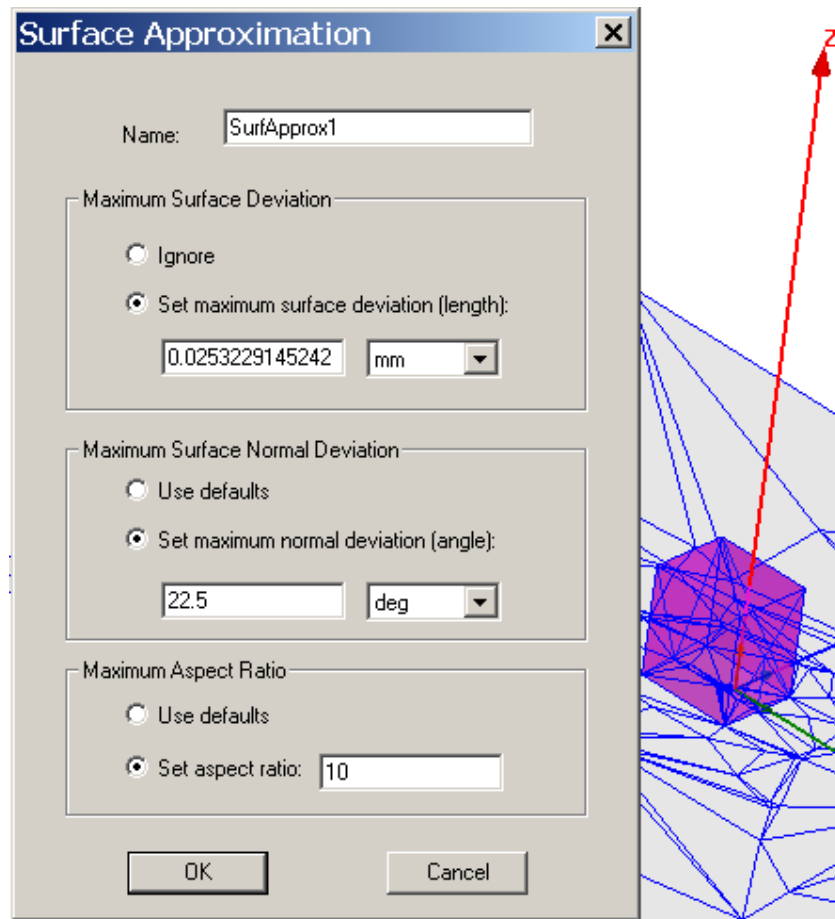

Рис. 12.33. Опции аппроксимации поверхности
2. Кликните **HFSS>Mesh Operations>Assign>Surface Approximation**. Появляется диалог **Surface Approximation** (рис. 12.33).